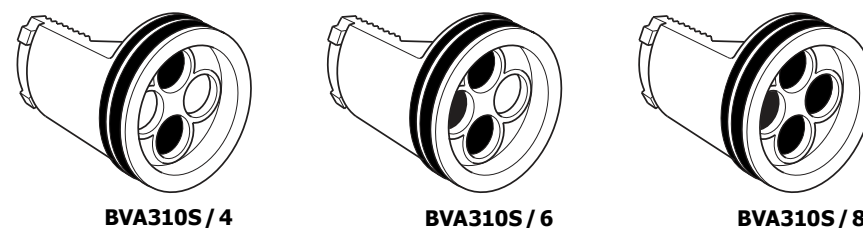

Рис. 5
- Вставьте шток (3) снизу в корпус (1). Наденьте стопор (12) и соберите втулку (10).
- Установите прокладку (15) и шайбы (14) и (13) наденьте индикатор (дет. 21, 22 и 27).
- Установите на место поршни так, чтобы они оба одновременно вошли в зацепление со штоком (3) так чтобы вращение по часовой стрелке соответствовало нормально закрытому приводу, а против часовой стрелке - нормально открытому.
- Установите на место крышки (4) и затяните болты (20). Проверьте чтобы положение открытия и закрытия совпадали с реальным положением привода (см. рис. 5).